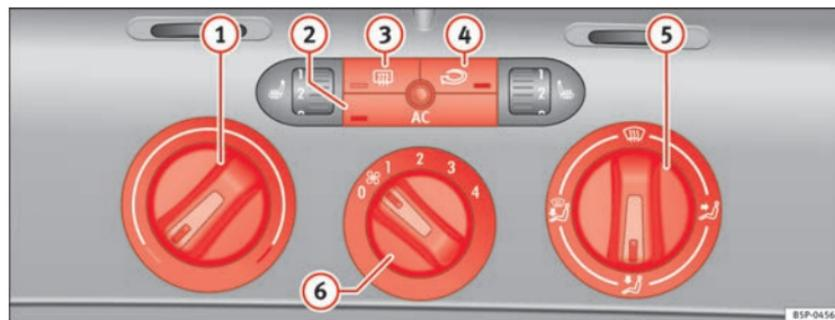

Fig. 128 Comandos do Climatic no painel de instrumentos
- Com os reguladores ⇒ fig. 128 ① e ⑤ e com o interruptor ⑥ é ajustada a temperatura, a distribuição do ar e o nível do ventilador.
- Premir o respectivo botão ②, ③ ou ④ para ligar e desligar a respectiva função. Quando a função está activa, a janela que se encontra na aresta inferior do botão ilumina-se.
- ③ Botão – Desembaciador do vidro traseiro. Cerca de 20 minutos depois de ser activado, o aquecimento é automaticamente desligado. Pode ser também desligado antes, premindo o respectivo botão.
- ④ Botão – Recirculação do ar ⇒ página 163
- ⑤ Regulador da distribuição do ar ⇒ página 161
- ⑥ Interruptor do ventilador. O caudal de ar é regulável em quatro níveis. A baixa velocidade o ventilador deve funcionar também sempre num nível baixo. ▶
- ① Regulador da temperatura ⇒ página 161
- ② Botão – Ligar ou desligar o grupo de refrigeração ⇒ página 161
- Ligar o ar condicionado com o botão ⇒ página 160, fig. 128 .